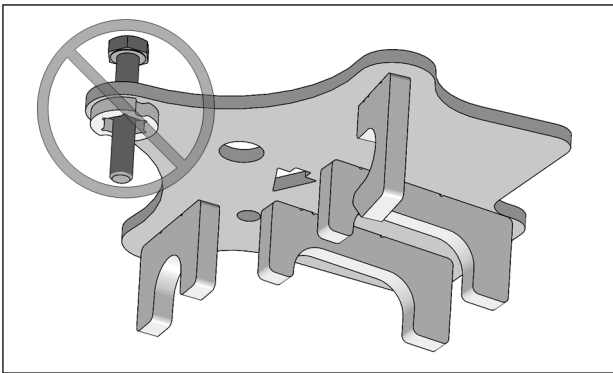

Fig. 5
**ATTENTION: Assurez-vous d'insérer le boulon dans le bon sens. Voir la Fig. 5**